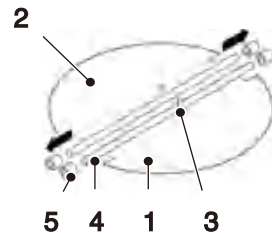

Abb. 5.8
- Falls noch nicht geschehen (siehe Abb.5.8), die V-Klappe am Luftauslass der Abzugshaube befestigen und dann das Rohr wie dargestellt mit dem Luftauslass verbinden.